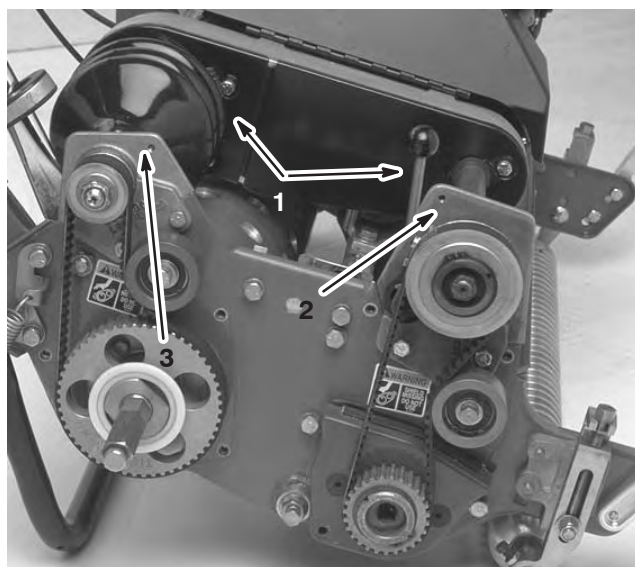

Figure 41
4. Retirez les vis de fixation des sections avant et arrière du couvercle du différentiel sur le boîtier du différentiel et déposez les sections pour exposer la courroie (Fig. 41).
6. Retirez les 2 vis et contre-écrous de fixation du carter d'embrayage avant à la plaque latérale (Fig. 41).
8. Retirez les 2 vis et contre-écrous de fixation du logement de roulement arrière droit à la plaque latérale (Fig. 41).